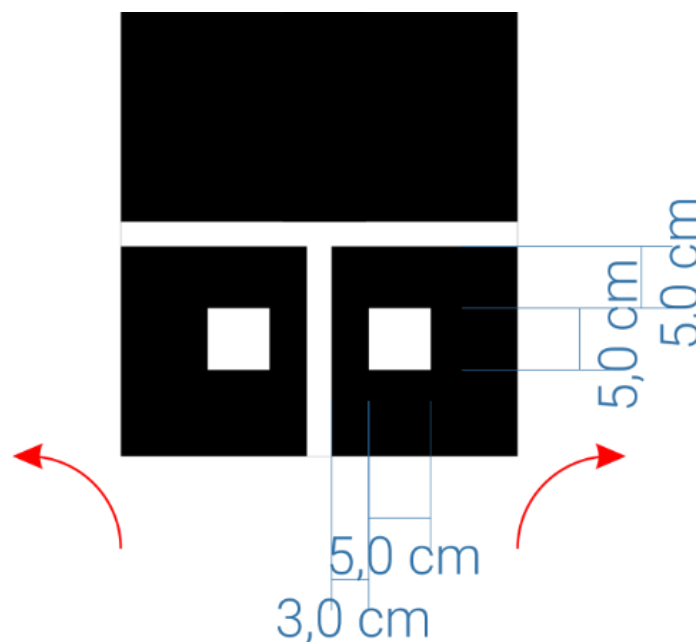

Figura 7. Bifurcação em T.
d) A identificação das bifurcações em T conta com duas marcas brancas de 5,0 x 5,0 cm posicionadas de maneira simétrica à linha central do percurso (Figura 7), estando a 3,0 cm de cada lado desta e a 5,0 cm da bifurcação. O robô deverá decidir, então, para qual lado seguir, sendo que um dos lados acarretará em um trajeto menor. Na reunião de capitães, a ser realizada no primeiro dia do evento, será informado qual lado corresponderá ao menor trajeto.